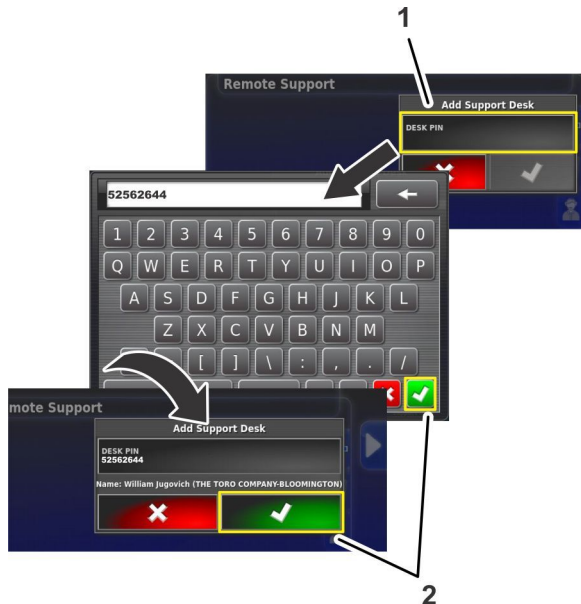

Figura 213
4. Pressione o ícone PIN DE SUPORTE TÉCNICO (Figura 213).
5. No teclado virtual, introduza o PIN de suporte anotado na etapa 1 e, em seguida, pressione o ícone Confirmar (Figura 213).
6. No ecrã Adicionar suporte técnico, pressione o ícone Confirmar (Figura 213).